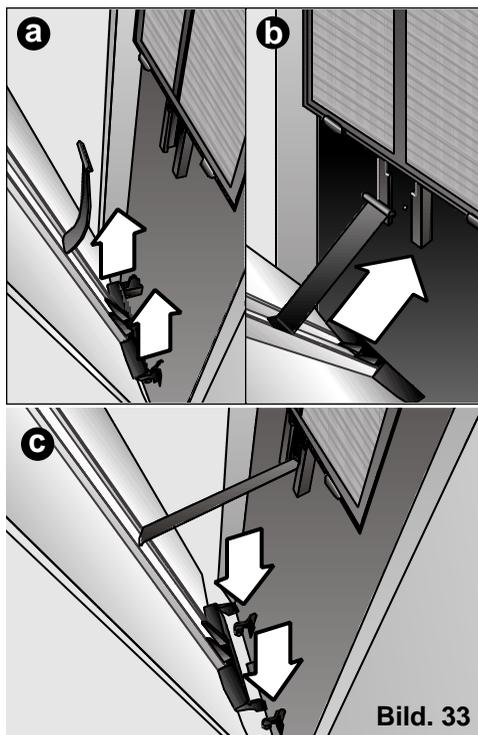

Bild. 33
- 1° Lyft luckan till dess att de undre fästena släpper från apparaten, (Bild. 33: a).
- 2° Placera plastclipset i den T-formade springan på apparatens framsida och låt luckan glida ner till dess att säkerhetsläget uppnåtts, (Bild. 33: b).
- 3° Placera luckans undre piggar på avsedda plats på apparatens framsida för att det plastclips som omnämns i punkt 2 inte skall kunna glida ur sin plats, (Bild. 33: c).